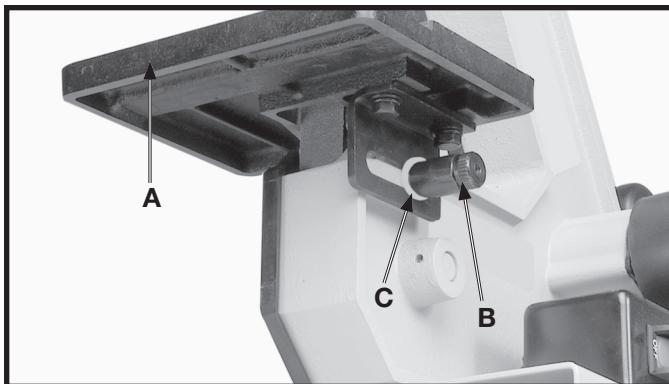

Fig. 17
- Coloque el conjunto de la mesa (A) Fig. 17 en su sitio sobre el marco de la lijadora de correa, y utilizando el gorrón de cierre (B), del conjunto de la agarradera, y la arandela plana (C), enrosque el gorrón de cierre (B) en el agujero roscado en la estructura de base para sostener el conjunto de la mesa en su sitio, como se ilustra aquí.